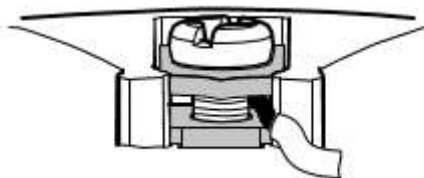

Рисунок 6.4 – Монтаж провода
4. Подключить внешние электрические цепи согласно разделу 6.4. Провода следует монтировать между пластинами (см. рисунок 6.4).